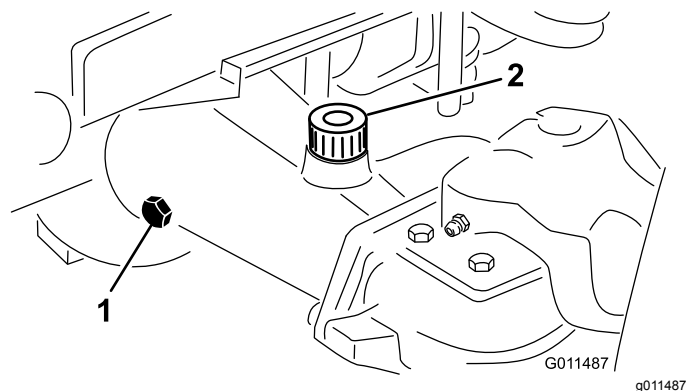

Figura 94
2. Togliete il tappo di controllo dall'estremità del ponte e verificate che il lubrificante raggiunga la base del foro (Figura 94).